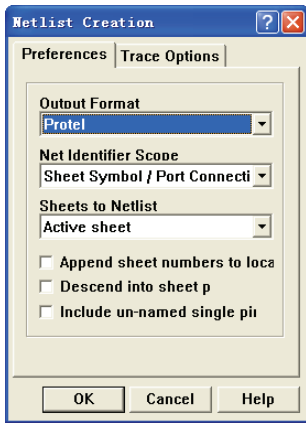

图 5-21 “Netlist Creation” 对话框
(1) 执行该命令后，系统弹出如图 5-21 所示的 “Netlist Creation” 对话框。
(2) 完成对话框设置后，单击  按钮。进入 Windows 的记事本程序，网络表已经